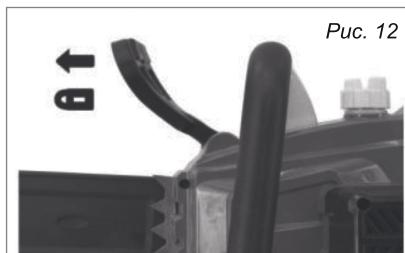

Рис. 12
- Наклоните защитный кожух для рук в направлении наконечника направляющей планки (Рис. 12).